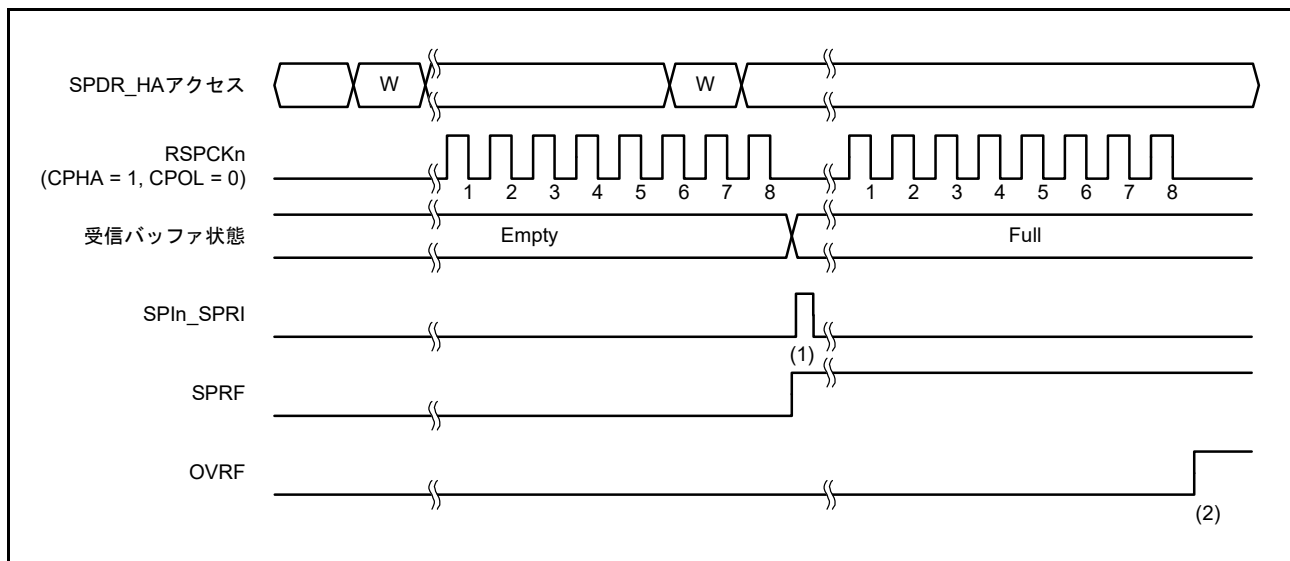
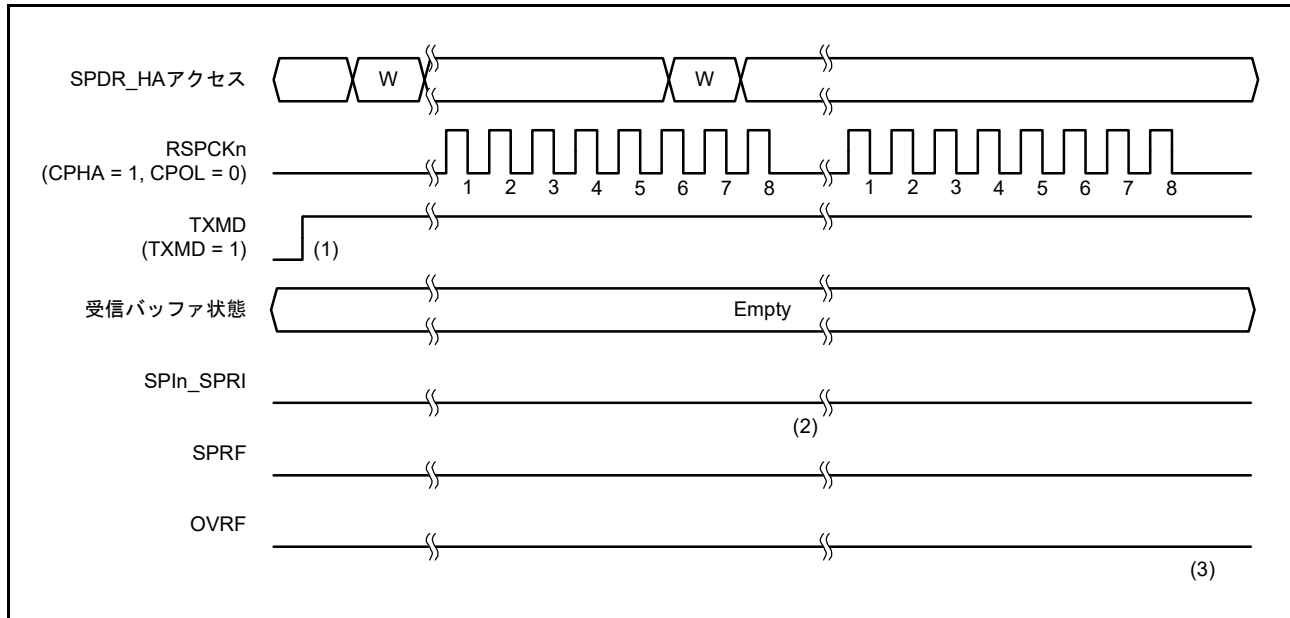

図 31.24 SPCR.TXMD = 0 の動作例
図 31.25 SPCR.TXMD = 1 の動作例
通信動作モード選択ビット (SPCR.TXMD) の設定により、全二重同期式シリアル通信または送信のみの動作が選択できます。図 31.24、図 31.25 に記載のレジスタアクセスは、SPDR/SPDR_HA レジスタへのアクセス状況を示しています。W は書き込みサイクルを示しています。
図 31.24 に、通信動作モード選択ビット (SPCR.TXMD) を 0 にした場合の動作例を示します。この例では、SPDCR.SPFC[1:0] ビットが 00b、SPCMD0.CPHA ビットが 1、SPCMD0.CPOL ビットが 0 の設定で、SPI が 8 ビットのシリアル転送を実行しています。RSPCKn 波形の下に記載した数字は、RSPCK サイクル数 (= 転送ビット数) を示しています。
以下に、図 31.24 の (1)、(2) に示したタイミングでのフラグ動作を説明します。
- (1) SPDR_HA レジスタの受信バッファが空の状態ではシリアル転送が終了すると、SPI は受信バッファフル割り込み要求 (SPIn_SPRI) を発生させ、SPSR.SPRF フラグを 1 にして、シフトレジスタの受信データを受信バッファにコピーします。
- (2) SPDR_HA レジスタの受信バッファに以前のシリアル転送の受信データがある状態でシリアル転送が終了すると、SPI は SPSR.OVRF フラグを 1 にしてシフトレジスタの受信データを破棄します。
図 31.25 に、通信動作モード選択ビット (SPCR.TXMD) を 1 にした場合の動作例を示します。この例では、SPCMD0.CPHA ビットが 1、SPCMD0.CPOL ビットが 0 の設定で、SPI が 8 ビットのシリアル転送を実行しています。RSPCKn 波形の下に記載した数字は RSPCK サイクル数 (= 転送ビット数) を示しています。
以下に、図 31.25 の (1) ~ (3) に示したタイミングでのフラグの動作内容を説明します。
- (1) 送信のみ動作 (SPCR.TXMD = 1) への遷移は、受信バッファにデータが残っていないこと (SPSR.SPRF = 0)、SPSR.OVRF フラグが 0 であることを確認してから、行ってください。
- (2) SPDR_HA レジスタの受信バッファが空の状態ではシリアル転送が終了すると、送信動作のみモードを選択している場合 (SPCR.TXMD = 1)、SPSR.SPRF フラグは 0 を保持し、SPI はシフトレジスタのデータを受信バッファへコピーしません。
- (3) SPDR_HA レジスタの受信バッファに以前のシリアル転送の受信データは存在しないため、シリアル転送が終了しても、SPSR.OVRF フラグは 0 を保持し、シフトレジスタのデータを受信バッファへコピーしません。